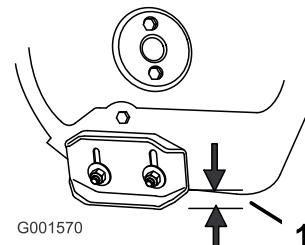

Рисунок 44
- Ослабьте затяжку гаек, крепящих оба полоза к боковинам шнека, так, чтобы шнек мог легко перемещаться вверх и вниз (Рисунок 44).